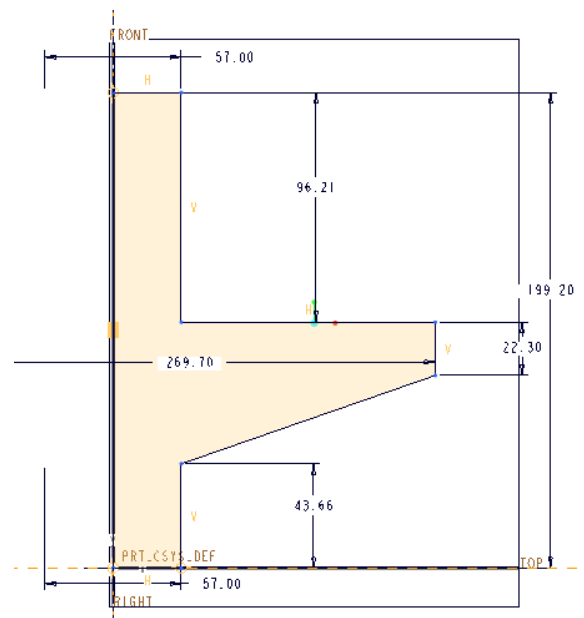

図 3-79 こまのスケッチ
- ・ 次に「直線」ツールを選択して図 3-79 の「こま」の右断面を適当な大きさとスケッチする。
【注】 こまの断面は閉じた図になっていることに注意する。メインツールバーの「閉じたループをシェード表示」をクリックして、図 3-79 のようにスケッチした断面がシェードされていればその断面は閉じていることになる。